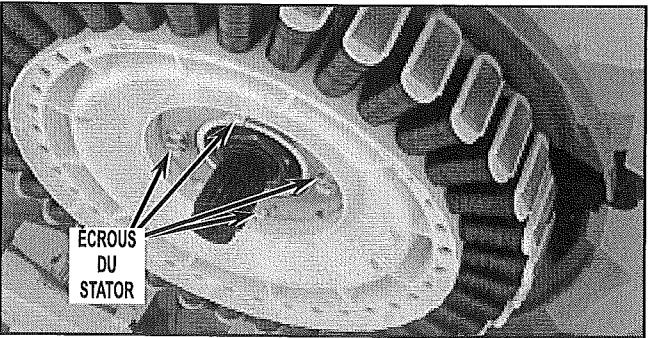

FIGURE 5
9. Dévisser les quatre (4) écrous du stator (5/16" ou 3/8"). Dégrader le faisceau de câblage et retirer le stator. Poser le stator par terre sur un chiffon propre. Voir Figure 5.